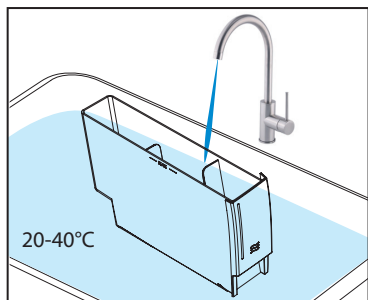

Fig. 3
3. Skyl vandtanken omhyggeligt med rent vand, 20-40 °C. (Se fig. 3)